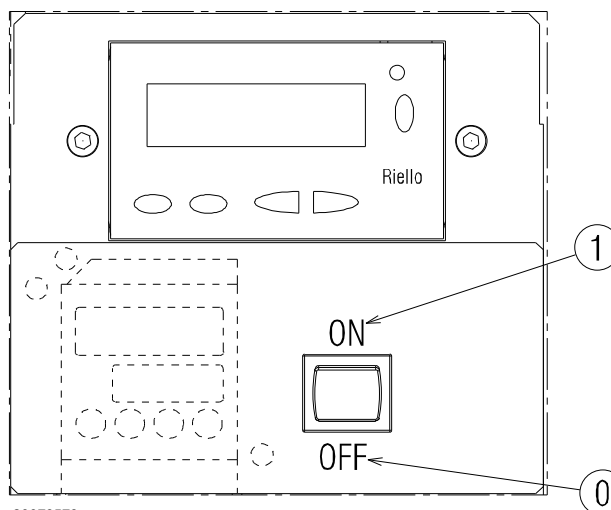

Fig. 25
Fermer les thermostats/pressostats et mettre l'interrupteur de la Fig. 25 en position «1/ON».
- mettre l'interrupteur de la Fig. 25 en position «0/OFF» et attendre que l'appareil effectue la phase d'extinction;
Le brûleur est en état d'attente de demande de chaleur ou le sélecteur «0-1» (Fig. 25 à la page 30) est sur la position «0».